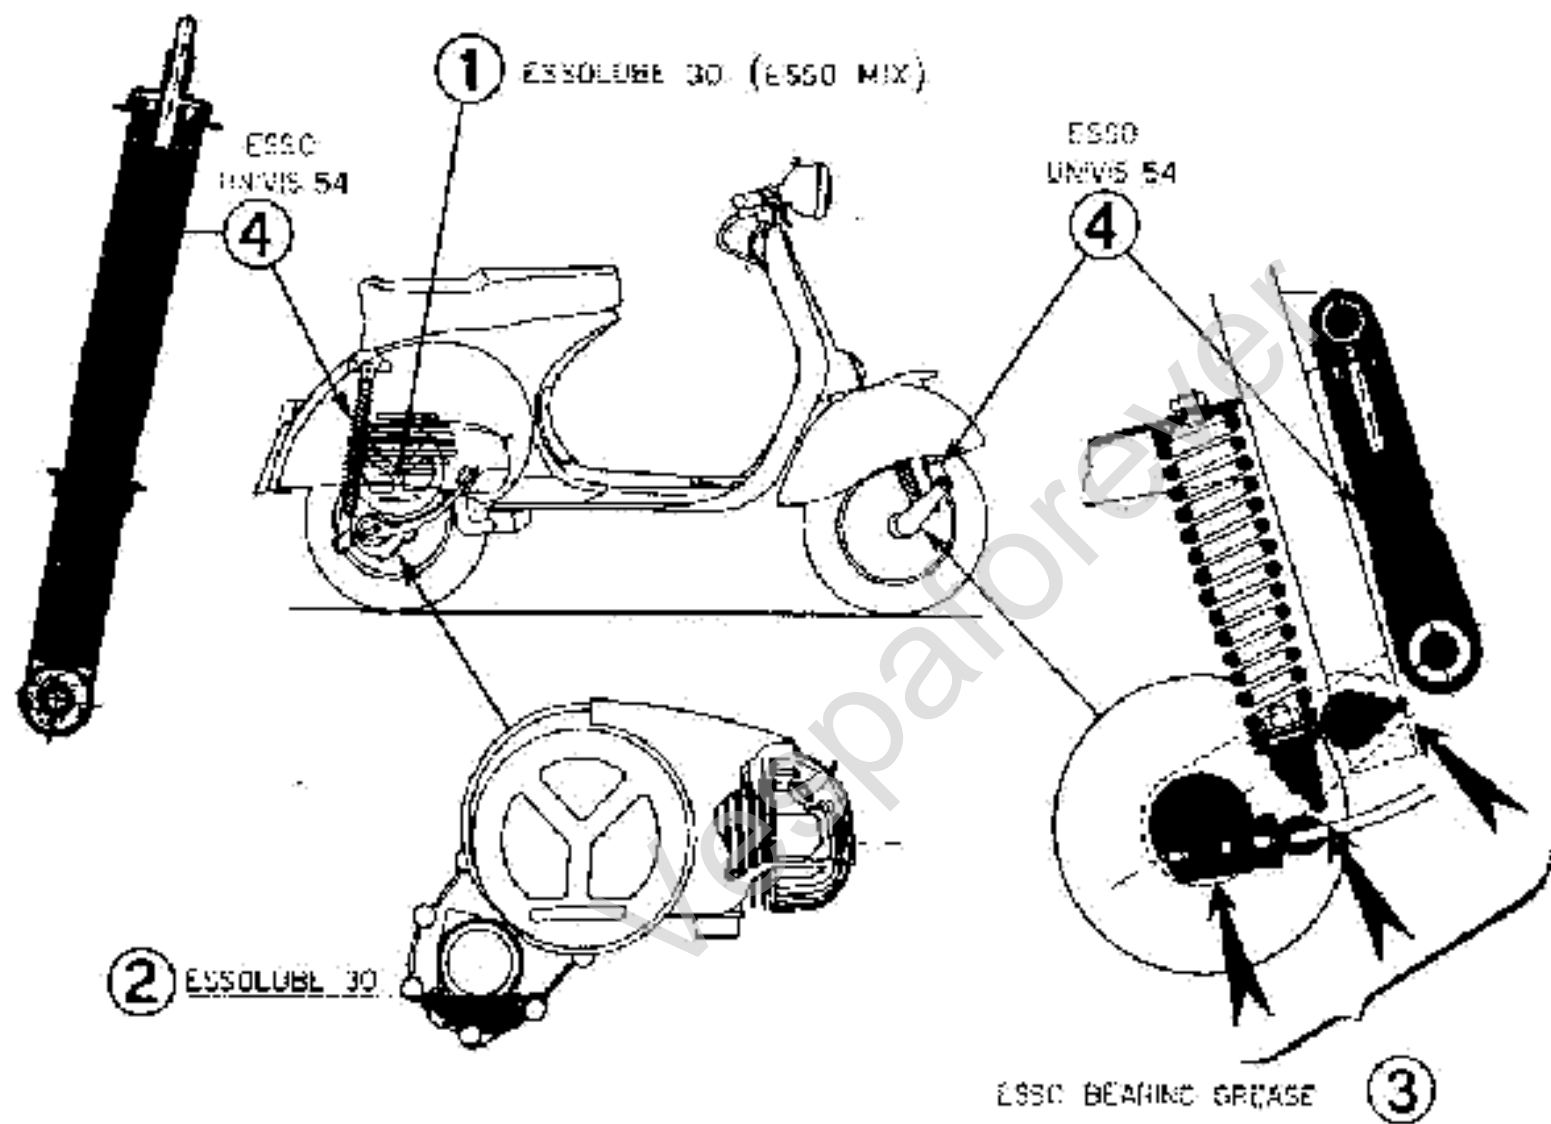

Fig. 15 - Schema della lubrificazione
N.B. - Per la lubrificazione usare esclusivamente gli oli e grassi delle marche e delle qualità indicate nella fig. 15 e nella tabella a pag. 24.